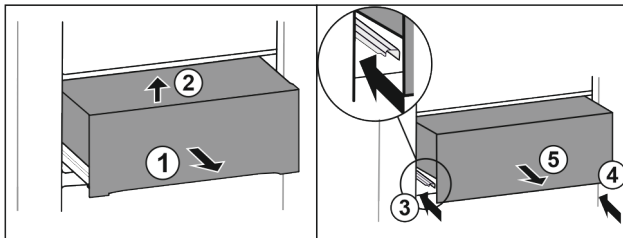

Fig. 28
- Vytiahnite zásuvku do polovice Fig. 28 (1).
- Nadvihnite ju dopredu Fig. 28 (2).
- Zasuňte ľavú koľajničku Fig. 28 (3).
- Zasuňte pravú koľajničku Fig. 28 (4).
- Odoberte zásuvku dopredu Fig. 28 (5).